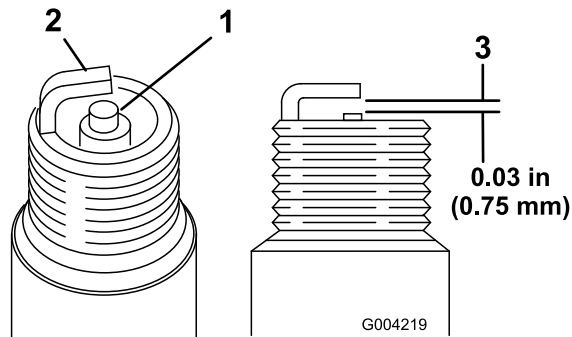

图 48
1. 查看两个火花塞的中心（图 48）。如果您看到绝缘体上有浅棕色或浅灰色涂层、说明发动机运行正常。如果绝缘体上的涂层为黑色、则通常意味着空气滤清器已变脏。
2. 检查中心电极与侧电极之间的间隙（图 48）。
3. 如果间隙不正确，请弯转侧电极（图 48）。